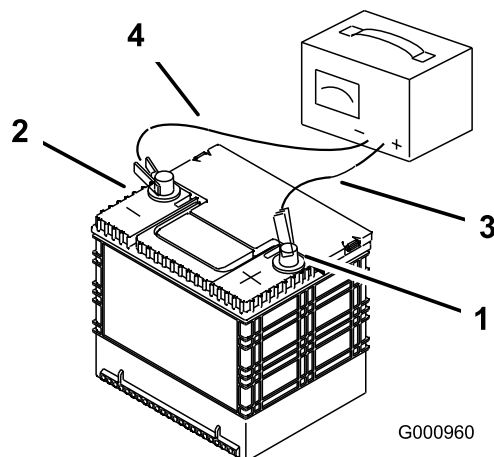

Bild 55
2. Wenn die Batterie voll geladen ist, ziehen Sie den Stecker des Ladegeräts aus der Dose. Klemmen Sie dann die Klemmen des Ladegeräts von den Batteriepolen ab (Bild 55).